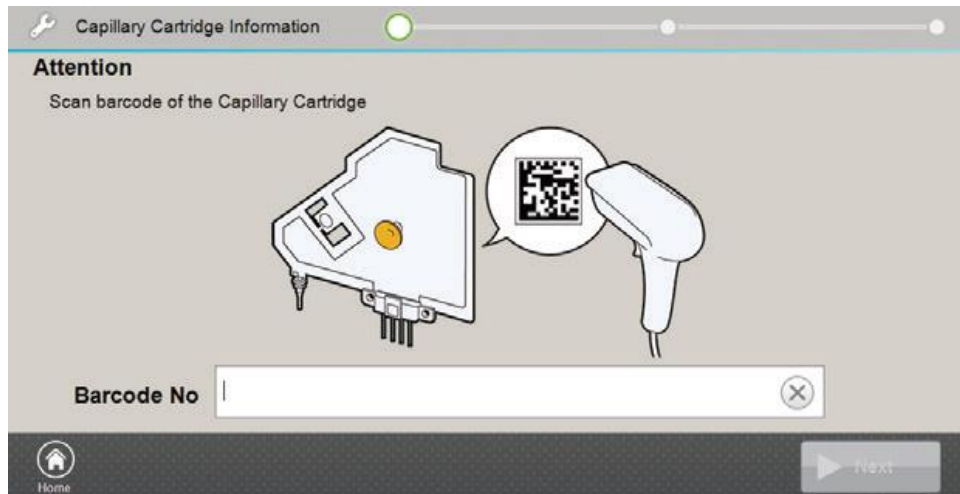

図 31 キャピラリーカートリッジのバーコードの読み込み画面
2. フッターにある **Install** のボタンを押してキャピラリーカートリッジのバーコードの読み込み画面（図 31）を表示させてください。